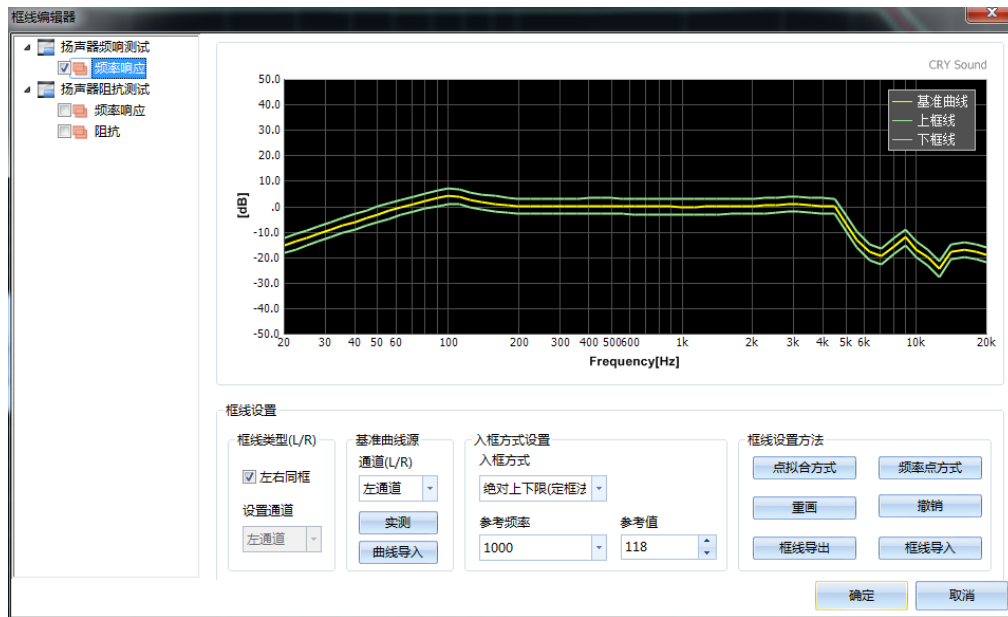

图 5.42 灵敏度框线设置对话框
其次，菜单栏“设置”→“框线编辑器”，弹出如图 5.42 框线设置对话框，左侧激活频率响应一栏；
- (1)、对话框默认黄色曲线即软件实测数据，若需要重新实测曲线，可点击“实测”，完成基准曲线获取；
- (2)、按图 5.42 设置框线选项；
- (4)、框线绘制完成，图 5.42 中两条绿色框线便是以被测曲线为基准上下平移 3dB 所得的曲线；
- (5)、确定退出框线设置界面，运行时只要测试曲线在框线内，就判定合格，反之不合格。